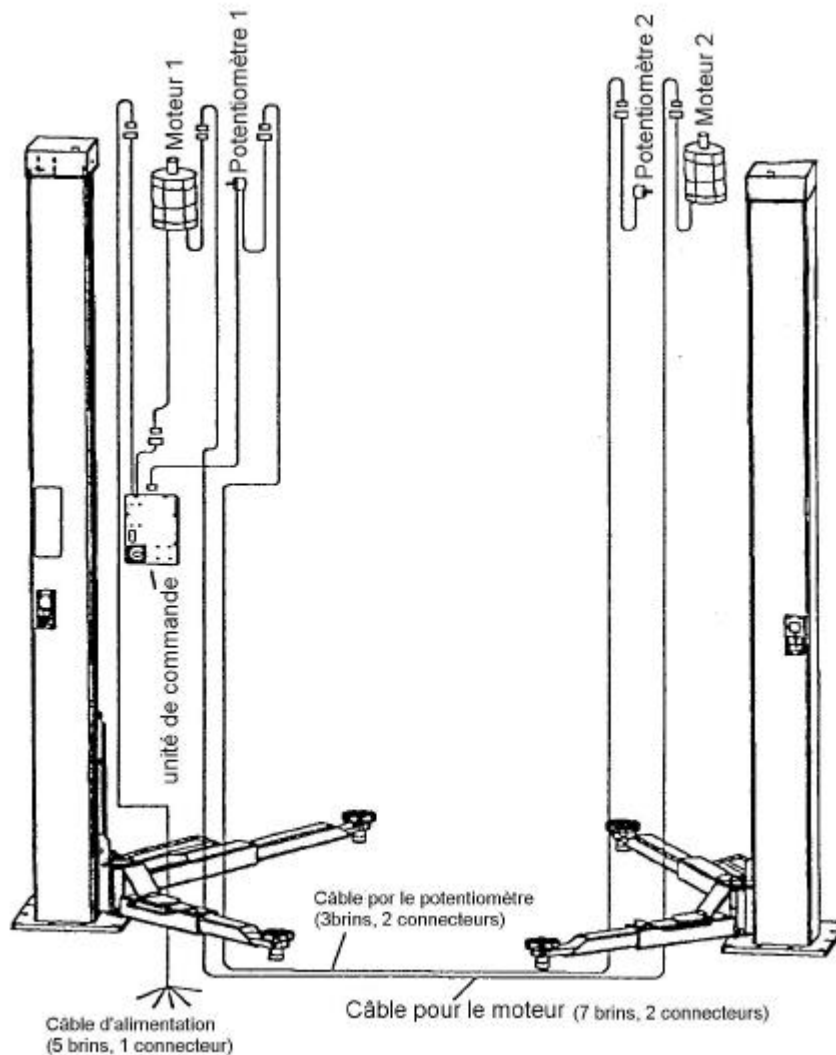

fig.19 Passage des câbles sans utiliser les montants et la traverse. (dans le sol)
- Brancher les câbles selon fig. 19.